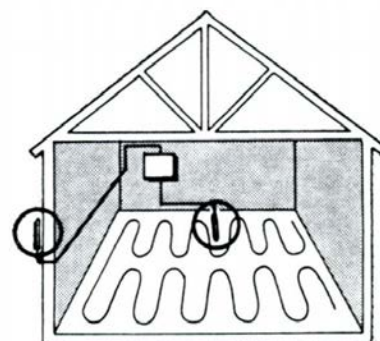

fig. 10
- **emplacement des sondes** (fig. 10) :
- **emplacement des sondes** : (fig. 10) :